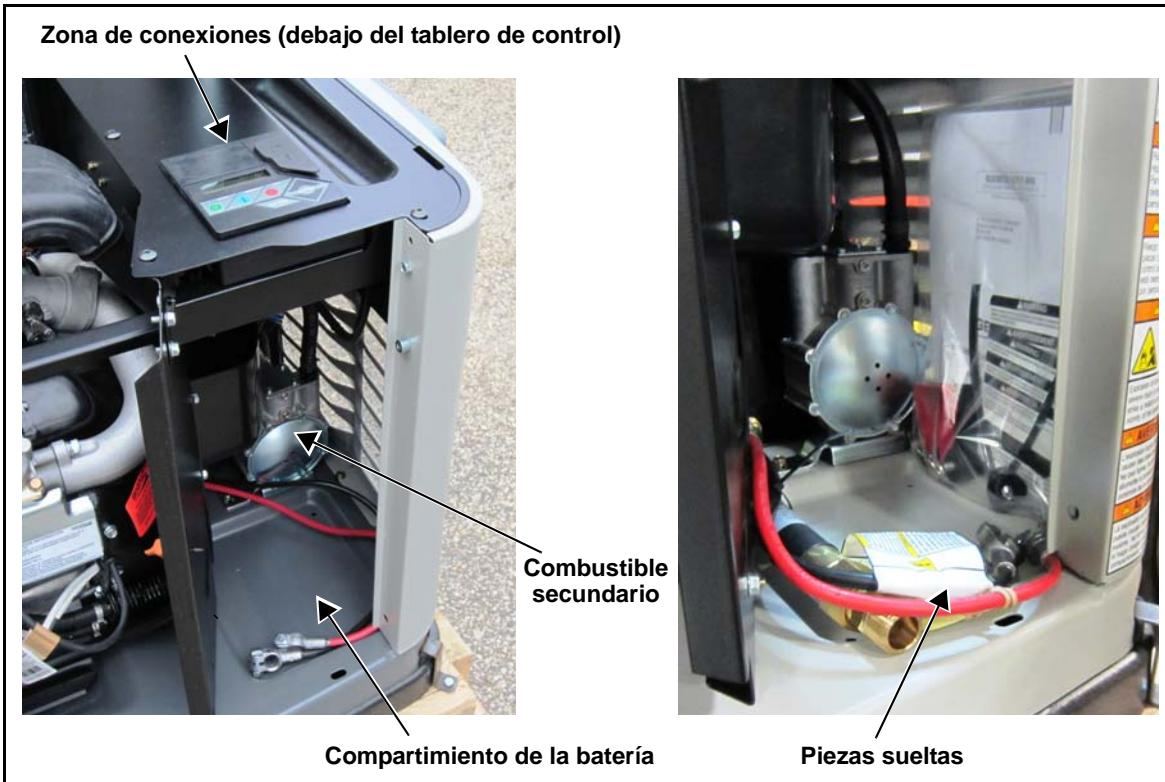

Figura 2-5. Zona de conexiones del cliente y ubicación de las piezas sueltas
9. Figura 2-5 La ilustra lo siguiente: